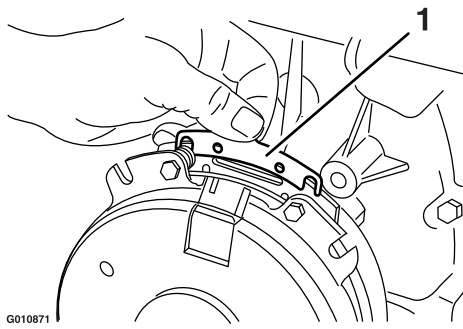

図 69
- ラジオペンチを使うか、手でタブを持ち、シムを取り外す(図 69)。
エンジンスクリーンに溜まった草、土、その他の破片を取り除くこと。これにより、十分な冷却効果と適正なエンジン回転数が確保でき、エンジンのオーバーヒートや損傷の発生を抑えることができます(図 69)。